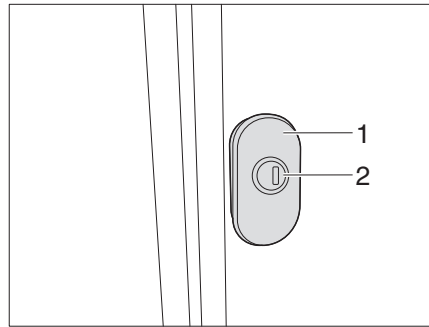
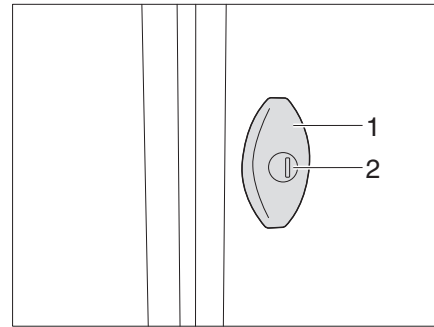

Fig. 33 Manopola di chiusura girevole (variante 1)
Fig. 34 Manopola di chiusura girevole (variante 2)
- Tirare la manopola di chiusura girevole (Fig. 33/Fig. 34,2) e ruotare di 180° in senso antiorario. Lo sportello esterno è aperto.